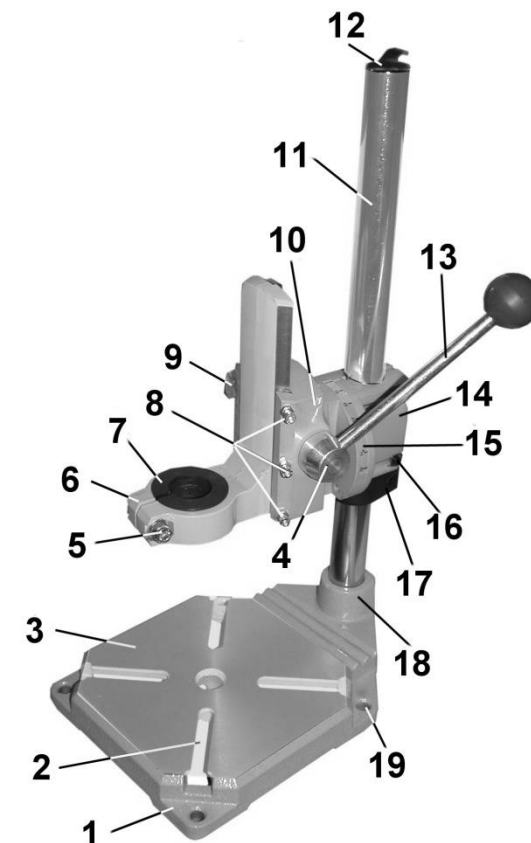

Рис. 2
4. СБОРКА СТОЙКИ ДЛЯ ДРЕЛИ (Рис. 2, 3)
- 4.3. Выкрутите на 3÷4 оборота два винта (22). Установите колонну (11) с кронштейном (14) в посадочное отверстие (18) основания (1), Рис. 2,3.
- 4.6. Как показано на рис. 2, установите держатель (12) электрического провода (21).
5. УКАЗАНИЯ ПО РАБОТЕ (Рис. 2;3)